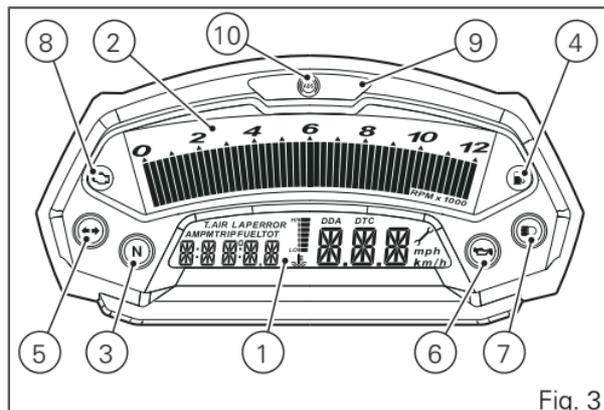

Fig. 3
7) TÉMOIN DU FEU DE ROUTE  (BLEU) (Fig. 3).
8) TÉMOIN « DIAGNOSTIC VÉHICULE/MOTEUR - EOBD »  (JAUNE AMBRE) (Fig. 3).
9) TÉMOIN LIMITEUR « OVER REV » / TÉMOIN DE CONTRÔLE DE TRACTION « DTC » (ROUGE) (Fig. 3).
10) TÉMOIN ABS (JAUNE AMBRE)(Fig. 3).